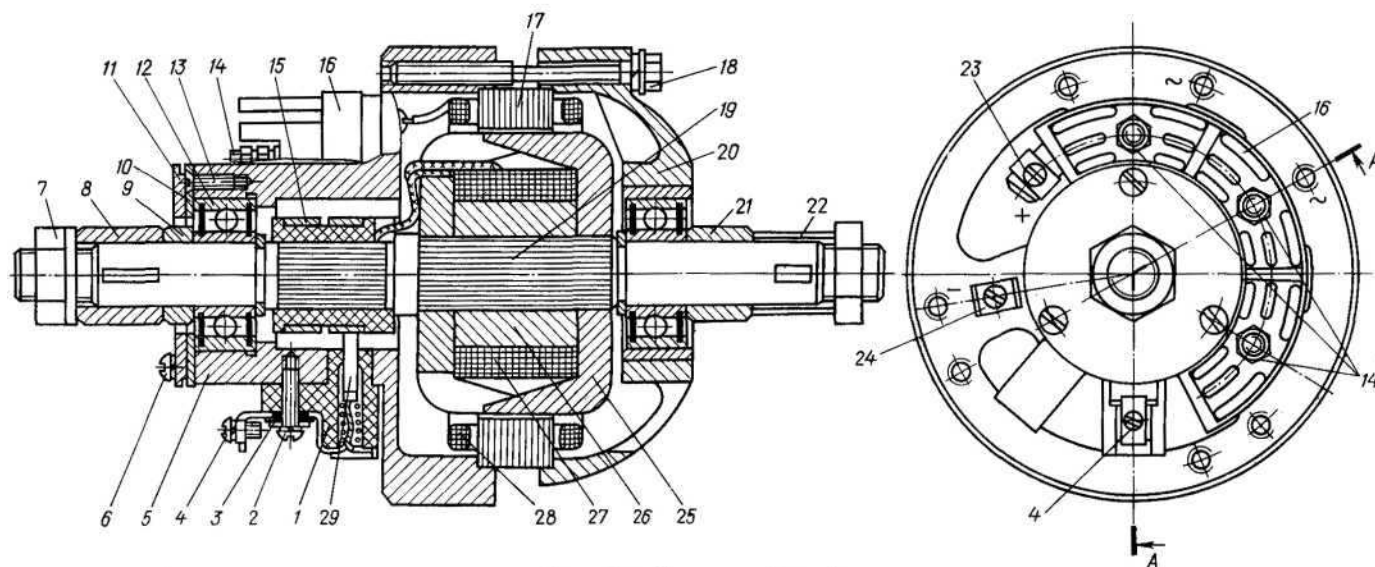

Рис. 204. Генератор Г502-А:
Генератор типа Г502-А (рис. 204) — трёхфазный, шестиполусный, с параллельным возбуждением, со встроенным выпрямительным блоком типа ВБГ-2А, соединённым по трёхфазной мостовой схеме двухполупериодного выпрямления.
Статор представляет собой пакет пластин 17 (рис. 204) из электротехнической стали, в восемнадцати пазах которого заложена трёхфазная обмотка 28, состоящая из шести непрерывно намотанных катушек. В каждой катушке по 14 витков (в фазе 84 витка) эмалированного провода диаметром 0,96 мм. Концы фазных обмоток припаяны к клеммным выводным винтам 14, которые проходят через стенку крышки 5 со вставленными в её выводные отверстия изоляционными втулками. На этих клеммных винтах снаружи на крышке установлен выпрямительный блок. Обмотки статора соединены звездой.
- отсоедините от шунтовой клеммы генератора провод, снимите щёткодержатели 1 (рис. 204) со щётками и через отверстия в крышке генератора замерьте омметром сопротивление обмотки возбуждения, прикасаясь наконечниками омметра к кольцам. Сопротивление обмотки возбуждения должно быть 7,13...7,18 Ом. Меньшее сопротивление обмотки укажет на наличие замыкания в обмотке, большее — на плохой контакт в местах пайки, а бесконечное — на обрыв;
- отвинтите винты 2 (рис. 204) и снимите щёткодержатели 1 со щётками 29;